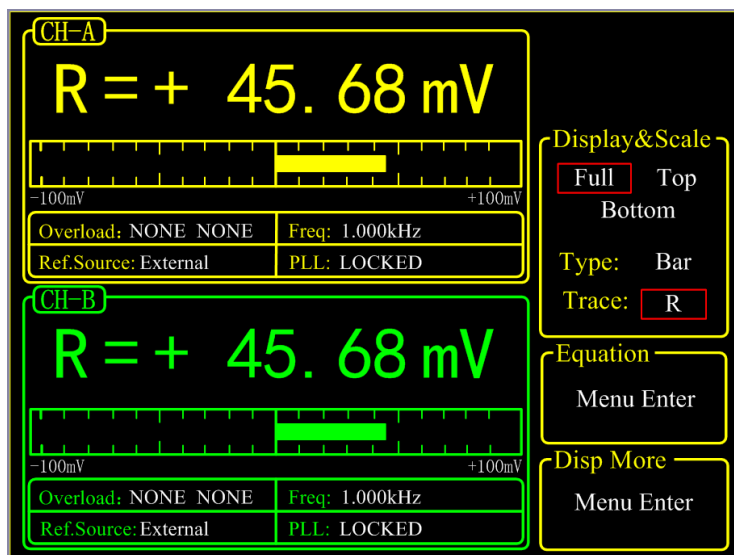

图23. <Full>-<Polar>显示
1)<Bar>：条形图，条形图的长度可根据实际的 R 值与满刻度的比例来改变显示的长度，对于当前的 R 值百分比情况的显示会十分直观。如图 23 所示。